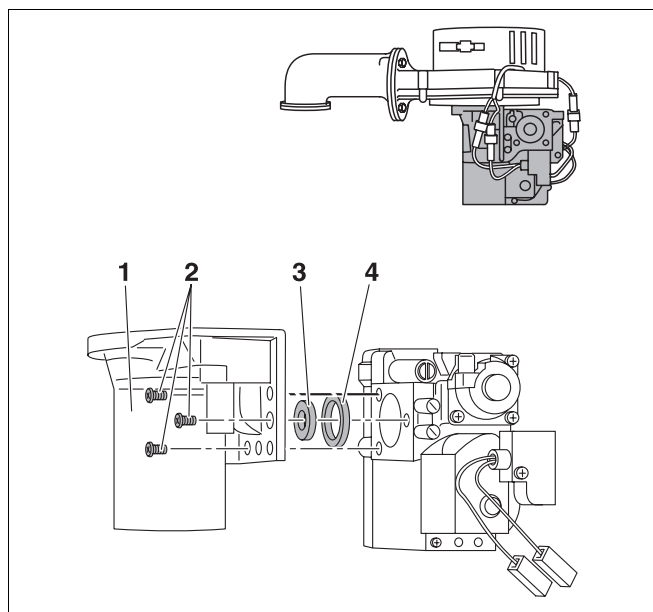

Abb. 58 Gasdüse wechseln
Die Umstellung auf eine andere Gasart geschieht durch den Aus- bzw. Einbau einer Gasdüse (Abb. 58, Pos. 3) mit entsprechendem Gasdüsendurchmesser (Tab. 6).
Bei Umbau auf Flüssiggas **B/P** ist die komplette Venturi (Abb. 58, Pos. 1) zu tauschen.
- Drei Schrauben (Abb. 58, Pos. 2) an der Längsseite der Gasarmatur lösen.
- Gasdüse (Abb. 58, Pos. 3) entnehmen und entsprechende Gasdüse für die neue Gasart einsetzen.
- Neue Dichtung (Abb. 58, Pos. 4) einsetzen.